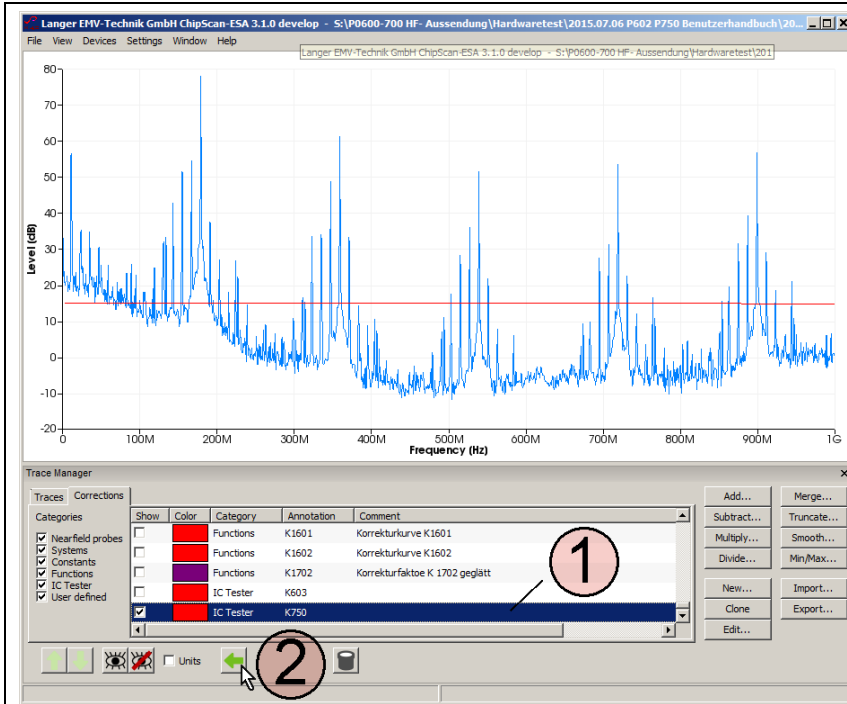

Bild 46: Korrektur nach der Messung: Kopieren von „K750“ aus der Liste „Corrections“ in die Liste „Traces“.
Die Korrekturkurve „K750“ ist in der Liste „Corrections“ des „Trace Managers“ vorhanden. Zur Auswahl für die Korrektur wird im „Spectrum Analyzer Manager“ unter „Correction“ der Button „Select“ angewählt (Mauszeiger ① Bild 46).